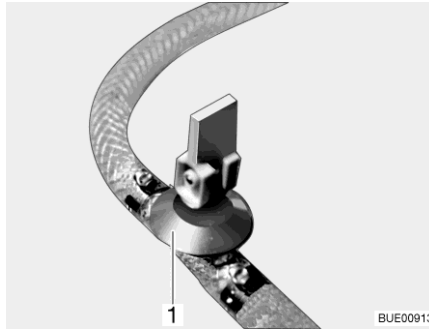

Bild 148 Ablasshahn (mit Kipphebel)
- Alle Ablasshähne öffnen. Dazu den Kipphebel des Ablasshahns (Bild 148,1) senkrecht stellen.